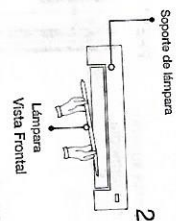

Fig. 9
- Reemplácelo por uno nuevo con las mismas características. Ver Fig 9. Aplica para RV 640